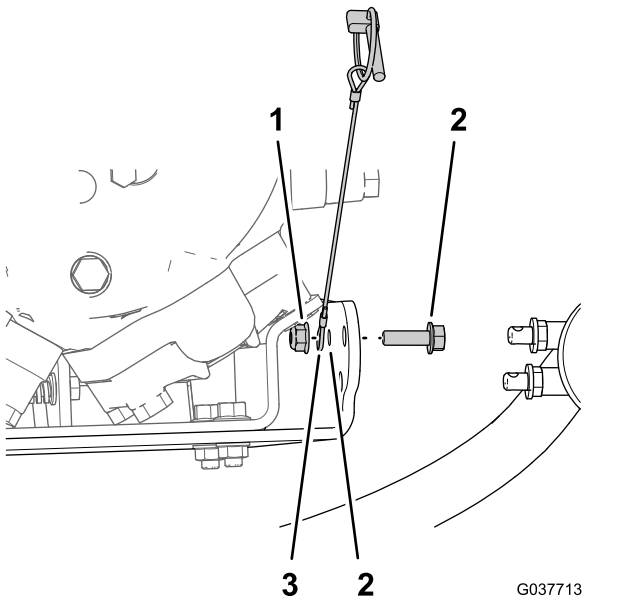

图81
1. 将在 准备机器 (页码 5) 的步骤 4 中卸下的保险销拉索、凸缘头螺栓 5/16 x 1 英寸和凸缘锁紧螺母 5/16 英寸安装到打药车泵支架后外侧角的 8mm 孔中 图80 和 图81。